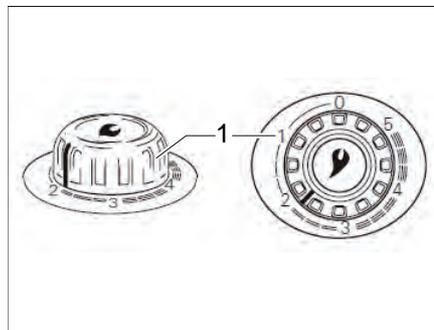

Bild 108 Drehregler an der Warmluft-Heizung
- Drehregler an der Heizung (Bild 108,1) auf gewünschten Wert einstellen und bis zum Anschlag niederdrücken.
- Drehregler an der Heizung (Bild 108,1) auf "0" stellen. Der Zündautomat wird damit gleichzeitig abgeschaltet.
- ▷ Weitere Informationen der separaten Bedienungsanleitung "Truma S 3004 (P) / S 5004" entnehmen.